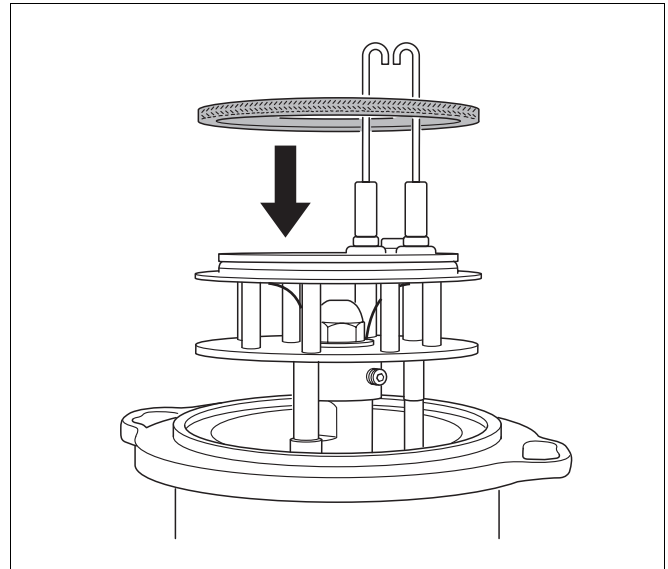

Abb. 33 Dichtung bei Brennertypen 55 bis 70 kW einsetzen
- Bei den Brennertypen 55 bis 70 kW wird die Dichtung zunächst auf dem Mischsystem aufgesetzt (Abb. 33).